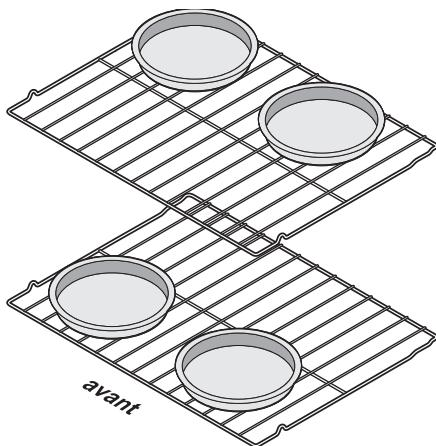

Figure 21 : Agencement des plats de cuisson pour obtenir les meilleurs résultats
- Pour de meilleurs résultats lors de la cuisson des gâteaux sur deux grilles voir à les placer en position 3 et 5 et disposer les plats comme indiqué dans **Figure 21**.